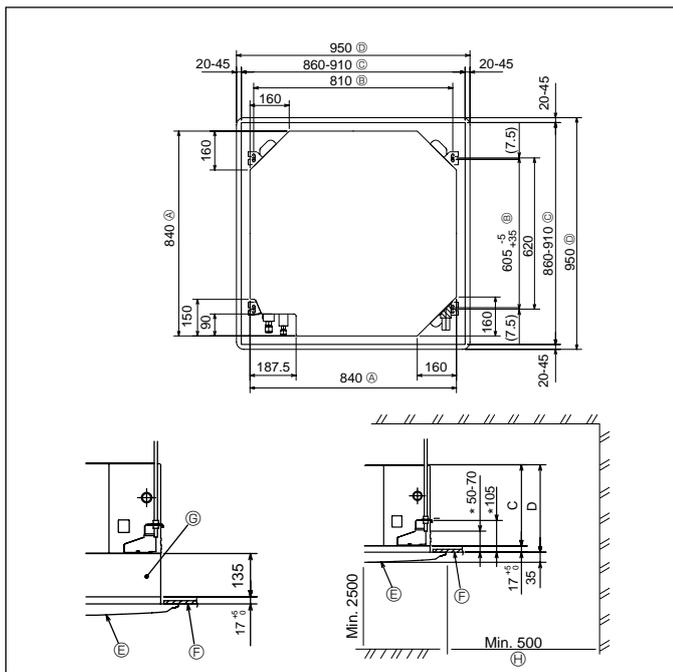

Fig. 2-2
2.2. Localizações das aberturas no tecto e da instalação dos parafusos de suspensão (Fig. 2-2)
- As dimensões da abertura do tecto podem ser reguladas dentro dos limites indicados na fig.2-2. Por isso, centre a unidade principal na abertura do tecto de maneira que os lados opostos correspondentes aos lados da abertura sejam idênticos.